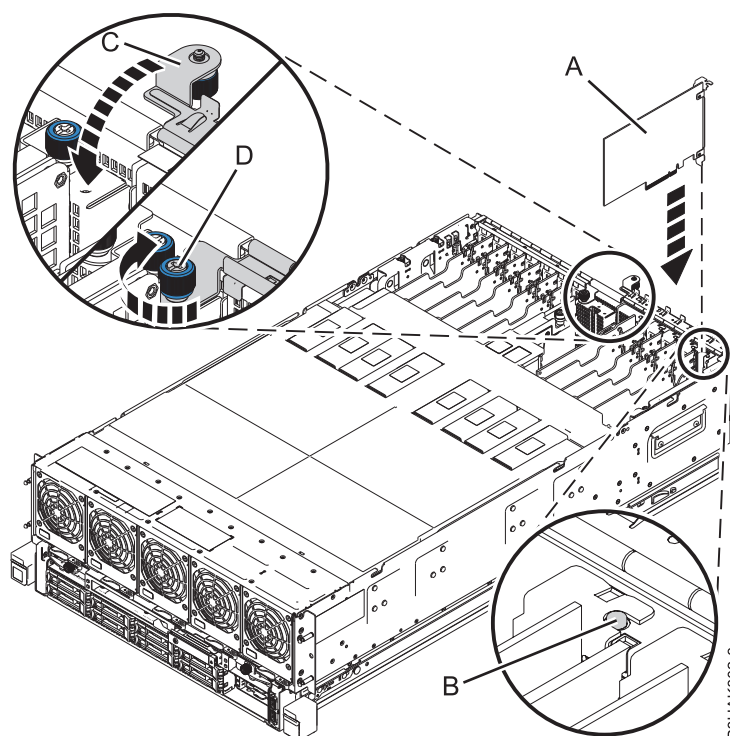

Figura 28. Instalar ou substituir um adaptador PCIe no sistema 8408-44E ou 8408-E8E
7. Agarre cuidadosamente o adaptador pela respectiva aresta superior ou contraponto e alinhe o adaptador com a ranhura e o respectivo conector no painel posterior do sistema **(A)**, conforme demonstrado em Figura 28.
9. Certifique-se de que o entalhe do contraponto fixe no pino do chassis do sistema. Consulte **(B)** na Figura 28.
10. Feche a calha de retenção de E/S **(C)** rondando-a para baixo e, em seguida, apertando o parafuso de aperto manual **(D)** até este estar fixo ao chassis do sistema. Consulte a Figura 28.